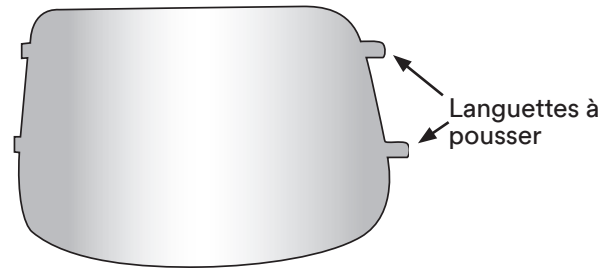

Fig. 12b
- En tenant le masque de soudeur face à soi, pousser sur les languettes de la visière pour le meulage situées sur le côté droit pour retirer la visière transparente (Fig. 12b).